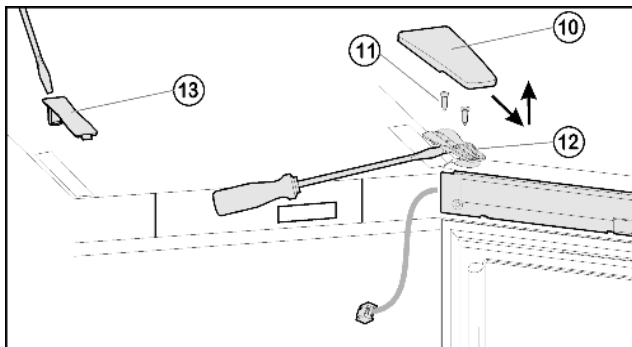
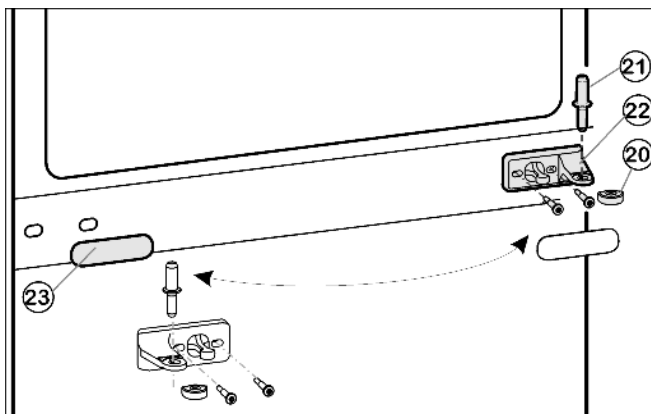
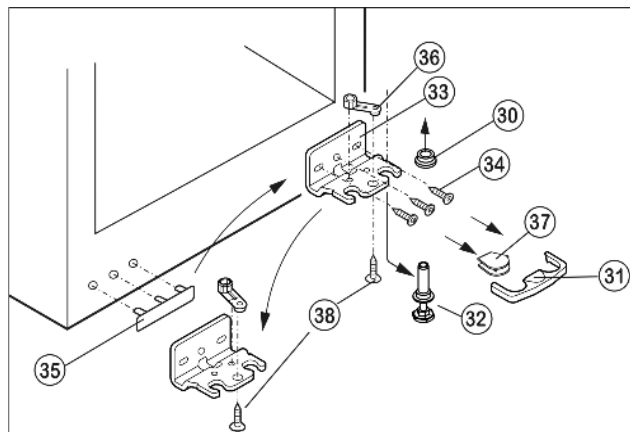

Fig. 5
Fig. 6
Fig. 7
- ▶ Крышку Fig. 5 (10) снимите движением вперед и вверх.
- ▶ Снимите крышку Fig. 5 (13).
- ▶ Полностью выверните винты Fig. 5 (11).
- ▶ Снимите дверцу вместе с опорным кронштейном Fig. 5 (12) и кабелем вверх. Для снятия, возможно, понадобится осторожно подцепить опорный кронштейн снизу шлицевой отверткой.
- ▶ Извлеките средний опорный палец Fig. 6 (21) из среднего опорного кронштейна Fig. 6 (22) и нижней дверцы.
- ▶ Пластмассовый колпачок Fig. 6 (20) снимите.
- ▶ Снимите средний опорный кронштейн Fig. 6 (22).
- ▶ Осторожно снимите накладку Fig. 6 (23).
- ▶ Прикрутите средний опорный кронштейн Fig. 6 (22) с поворотом на 180° на новую сторону шарнира (с моментом 4 Нм)
- ▶ Защелкните накладку Fig. 6 (23), повернув на 180°, на стороне, где теперь будет ручка.
- ▶ Предохранитель Fig. 7 (31) снимите движением вперед.
- ▶ Снимите крышку Fig. 7 (37).\*
- ▶ Полностью вверните регулируемую опору Fig. 7 (32).
- ▶ Вытяните опорный палец Fig. 7 (32) вниз и вперед. При этом следите за гнездом шарнира Fig. 7 (30).
- ▶ Открутите опорный кронштейн Fig. 7 (33)(3 шт. Torx 25) Fig. 7 (34).
- ▶ Открутите опорную деталь Fig. 7 (36)(1 Torx 25) Fig. 7 (38) и, переставив в отверстие на противоположной стороне опорного кронштейна, снова прикрутите.
- ▶ Осторожно приподнимите и переставьте крышку Fig. 7 (35) со стороны ручки.
- ▶ Снова прикрутите опорный кронштейн Fig. 7 (33) на новую сторону шарнира (с моментом 4 Нм). При необходимости используйте аккумуляторный шуруповерт.
- ▶ Установите крышку Fig. 7 (37) на противоположной стороне.\*
- ▶ Предохранитель (31) нужно зафиксировать сбоку на кронштейне, чтобы опорный палец и двери были защищены от выпадения.
- ▶ Снова защелкните предохранитель (31) на опорном кронштейне.
- ▶ Наденьте гнездо шарнира Fig. 7 (30).
- ▶ Установите дверцу сверху на нижний опорный палец Fig. 7 (32).
- ▶ Снова наденьте пластмассовый колпачок Fig. 6 (20) на средний опорный кронштейн Fig. 6 (22).
- ▶ Вставьте средний опорный палец Fig. 6 (21) через средний опорный кронштейн Fig. 6 (22) в нижнюю дверцу.
- ▶ Установите верхнюю дверцу на средний опорный палец Fig. 6 (21), закройте дверцу и установите верхний опорный кронштейн Fig. 5 (12) так, чтобы он защелкнулся в верхней стороне устройства.
- ▶ Закрутите опорный кронштейн Fig. 5 (12) (с усилием 4 Нм). При необходимости сделайте отверстия или используйте аккумуляторную отвертку.
- ▶ Защёлкните крышку Fig. 5 (10) и крышку Fig. 5 (13).
- ▶ При необходимости выровняйте дверцу через два продольных паза в нижнем опорном кронштейне Fig. 7 (33) и среднем опорном кронштейне Fig. 6 (22) параллельно корпусу устройства. Для этого выкрутите средний винт на нижнем опорном кронштейне Fig. 7 (33).